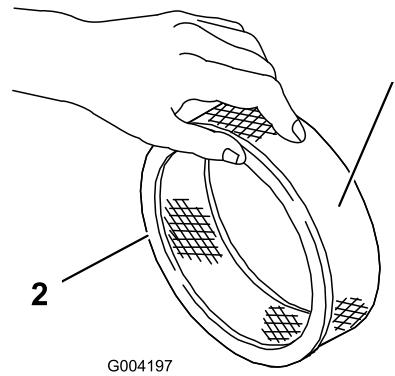

図 19
- ペーパー・フィルタに汚れや油汚れ、ゴムシールの傷がないか点検する(図 19)。
- ペーパー・エレメントにスポンジ・エレメントを注意深く取りつける(図 19)。